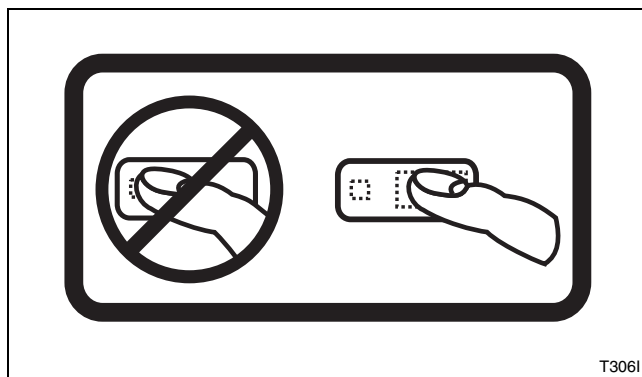

Figura 7
**NOTA:** No oprima directamente las luces o el centro del botón. Para lograr una selección apropiada, oprima ligeramente el botón a la derecha del centro. Consulte la *Figura 7*.